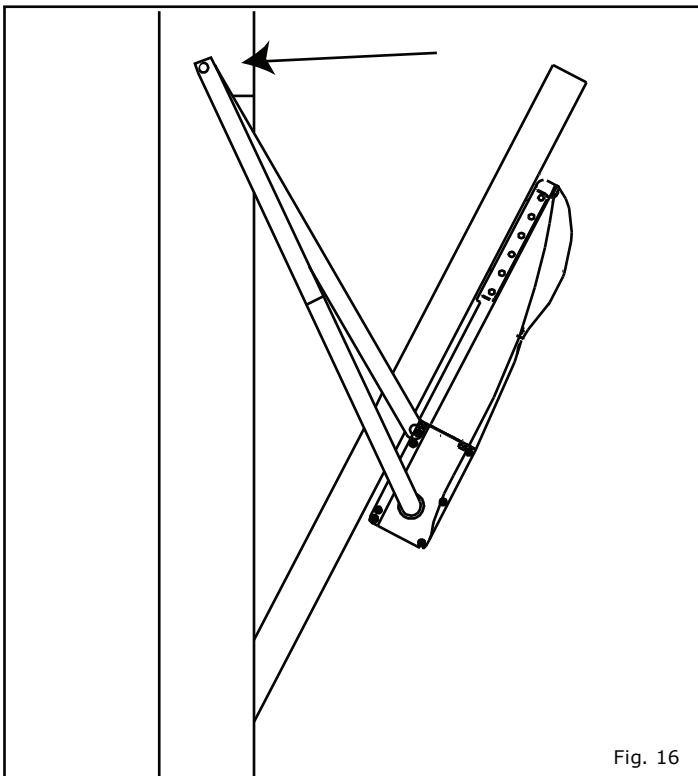

Fig. 16
- f) Fixer ensuite les pattes plates aux supports muraux du haut de la porte (Fig. 16). Si la taille/typologie des pivots ne permet pas l'accroche direct des pattes plates, utiliser les pattes en dotation (Fig. 11) pour fixer au mur les positionner à la même hauteur des pivots de la porte (Fig. 12).
- c) Fixer ensuite les pattes plates aux supports muraux du haut de la porte (Fig. 16).